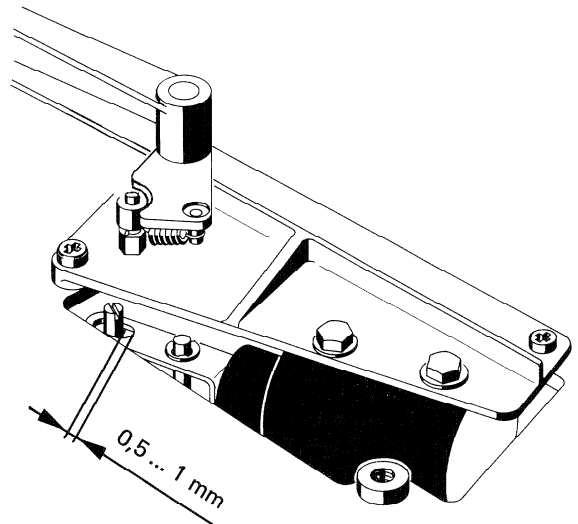

Fig. 3.3.-2
- Andruckmagnet lösen und soweit nach links verschieben, dass zwischen Achse und Bügel ein Luftspalt von ca. 0,5 ... 1 mm entsteht (Fig. 3.3.-2).